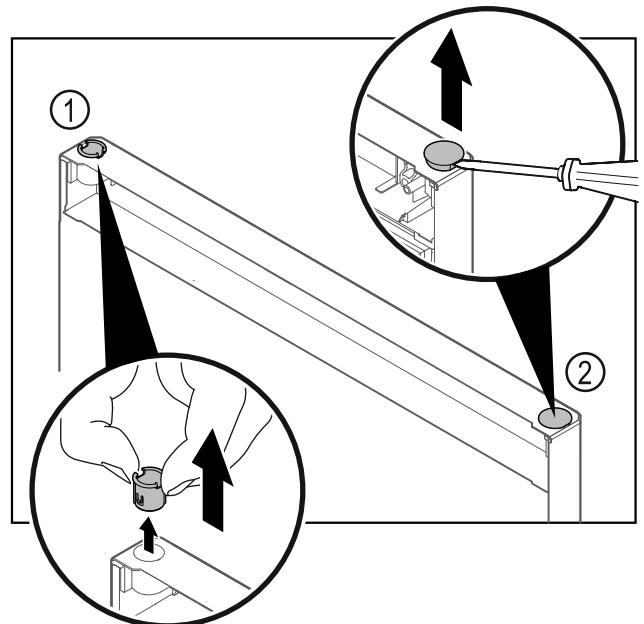

Fig. 21 Dør kjøleseksjon
- ▶ Trekk ut hengselbøssingen Fig. 21 (1) med fingrene.
- ▶ Løft dekkstøpselet Fig. 21 (2) forsiktig opp med en skruetrekker, og trekk det av.